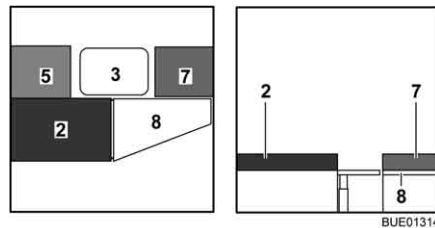

Bild 134 Under ombyggnaden
- Haka i sängbreddningen (Bild 134,8) i fästena på sittbänken.